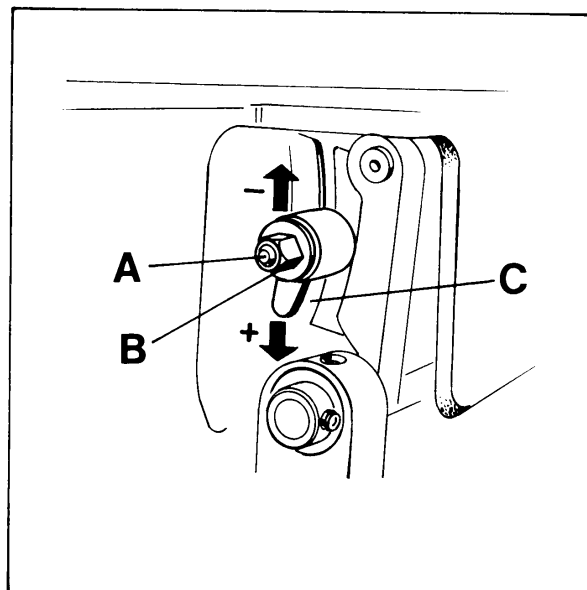

Fig. 24
The length of the stitch can be adjusted by raising or lowering stud (A, Fig. 24) in the segment slot of feed rocker (C) located at the rear of machine below the cloth plate. Lowering stud (A) will lengthen the stitch, raising the stud will shorten the stitch. After loosening nut (B), stud (A) can be moved accordingly. When the desired stitch length is obtained, retighten nut (B).
Die Stichlänge kann durch Höher- oder Tieferstellen des Bolzens (A, Fig. 24) in der Nut des Transportantriebsrahmens (C), hinten an der Maschine unter der Stoffplatte, verändert werden. Tieferstellen des Bolzens (A) verlängert den Stich, Höherstellen verkürzt ihn. Nach Lösen der Mutter (B) läßt sich der Bolzen (A) entsprechend verschieben. Wenn die gewünschte Stichlänge eingestellt ist, ziehen Sie die Mutter (B) wieder an.